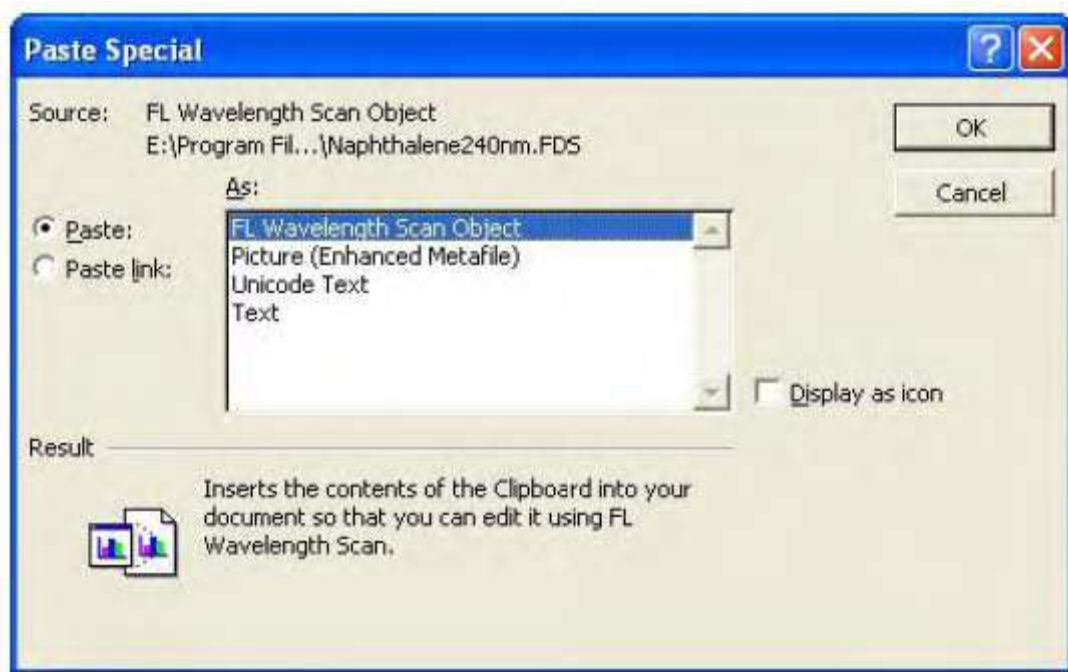

Рис. 7-44
- (1) Активируйте данные спектра, нажав соответствующий спектр в окне обработки данных. Толстая рамка изменит свой цвет на голубой.
- (2) Выберите команду «Копировать» из меню «Правка»
- (3) Откройте программу Microsoft(R) Excel и выберите команду «Специальная вставка» из меню «Правка». Появится диалоговое окно, показанное на рис. 7-44. Убедитесь в том, что «длина волны FL сканируемого объекта» (FL Wavelength Scan Object) показана в поле «Как».